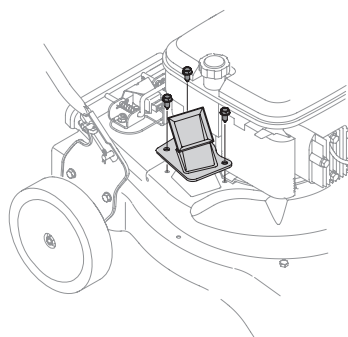

Figure 20
- Retirez les trois vis qui fixent la trémie d'alimentation au boîtier supérieur. Voir Figure 20.